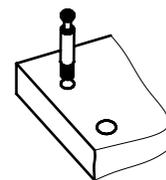

Рис.1
1. Вкрутить шпильки минификсов в соответствующие плоскостные отверстия фасадной планки 1, боковин 4, спинки 5 (Рис. 1).